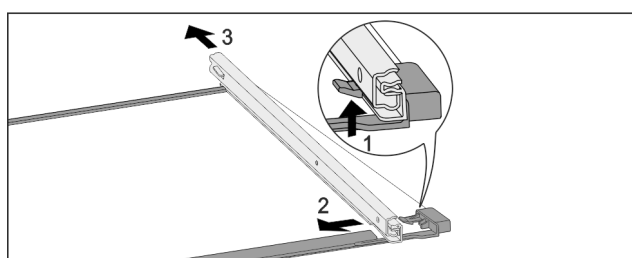

Fig. 235 Skleněná deska s kolejničkami
- Přední aretační háček zatlačte nahoru. Fig. 235 (1)
- Výsuvnou kolejničku vysuňte stranou Fig. 235 (2) a dozadu Fig. 235 (3).